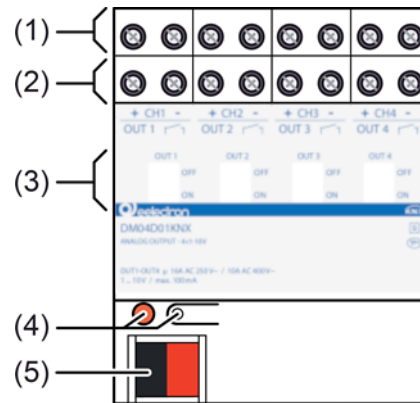

Figura 1
Lo stato dei relè è indicato dagli interruttori a scorrimento (3) sulla parte anteriore dell'apparecchio (figura 1).